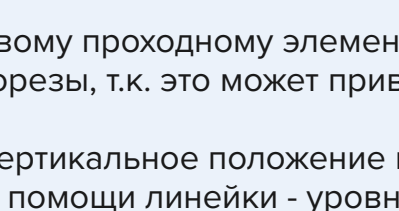

Рис.8
8. Положение трубы фиксируется к проходному элементу цветными саморезами с прокладкой (4 шт), которые прикручиваются с четырех сторон (рис.8).